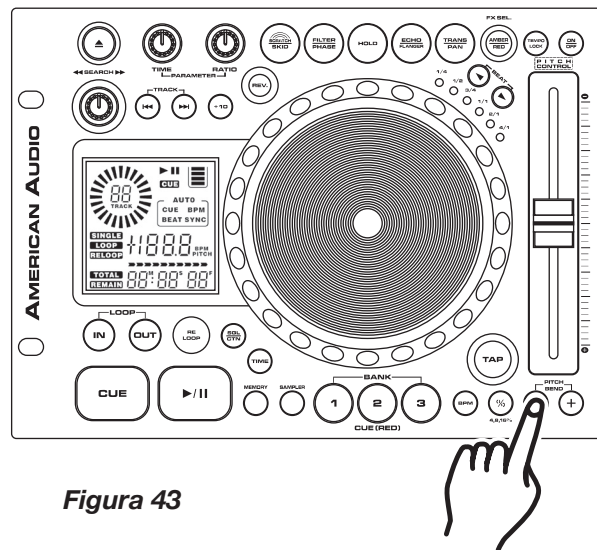

Figura 43
El BOTÓN (+) PITCH BEND (26) se utiliza para aumentar la velocidad de reproducción de una pista mientras que el BOTÓN (-) PITCH BEND (26) sirve para reducirla. La proporción en que cambia la velocidad guarda relación con la cantidad de tiempo durante el cual se mantiene presionado el botón. Por ejemplo, si el BOTÓN PITCH BEND (+) (26) se mantiene constantemente presionado, como se indica en la figura 43, la velocidad del disco aumentará y lo seguirá haciendo hasta que alcance un aceleración máxima de 100%. Al soltar el BOTÓN PITCH BEND (+) (26), la velocidad del disco volverá automáticamente al valor previo.